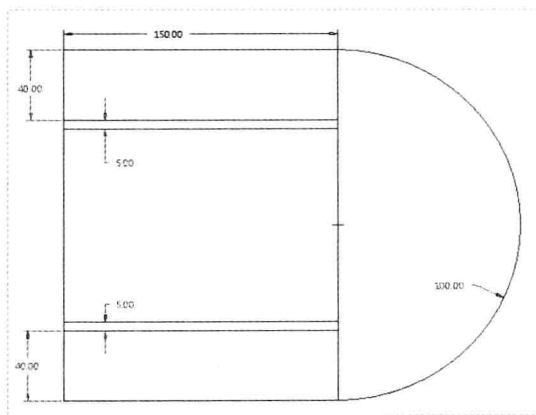

图 3-73 加强尺寸
Step 03 执行操作后，单击鼠标中键，即可加强尺寸，如图 3-73 所示。